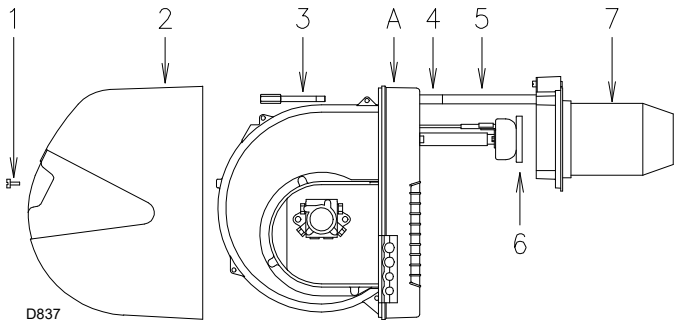

Fig. 30
- Quitar el tornillo 1)(Fig. 30) y extraer la envoltente 2).